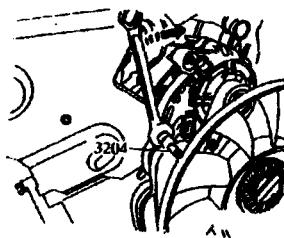
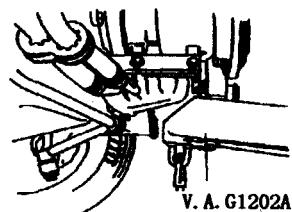

图 2-2 松开动力转向泵、
图 2-3 将发动机和
- (1) 查取车载收音机密码，关闭点火开关，断开蓄电池接地线，拆下发动机舱盖。
- (2) 拆下油底壳护板。
- (3) 拧下散热器下端的动力转向液压油冷却管。
- (4) 取下散热器上的排放螺塞，将发动机冷却液放掉。
- (5) 拔下前照灯线束插头和散热器风扇温度传感器线束插头。
- (6) 拔掉 ABS 控制单元前的防盗报警装置、空调压缩机电磁离合器和喇叭线束插头。
- (7) 拔下空气流量计和油箱通风电磁阀线束插头。取下空气滤清器与节气门体间的空气导管，拆下油箱通风阀连接软管、燃油进油管和回油管、空气滤清器壳体和冷却液储液罐。
- (8) 拆下发动机控制单元 (ECU)，同时拔掉 ECU 的线束插头。
- (9) 拆下接地搭铁线和支架，拆下油门拉线。
- (10) 用专用工具 3204 (图 2-2) 松开动力转向泵、粘液型风扇和发动机楔形带。
- (11) 拧下空调压缩机楔形带张紧器的固定螺栓，拆下空调压缩机楔形带。拆下粘液型风扇带轮。
- (12) 拆下水泵带轮，取下水泵楔形带，随后取下动力转向泵带轮，把动力转向泵从支架上卸下，但不拆卸与动力转向泵相连的管路。卸下空调压缩机，但不拆卸与其相连的管路。然后拧下排气歧管与前排气管间的连接螺栓，拆下起动机。松开发动机悬架固定螺栓。
(13) 用装配吊架 V.A.G1202A (图 2-3) 将发动机和变速器顶起，拧下发动机和变速器下部连接螺栓。
(14) 用支撑架 (10-222A) 固定在挡泥板边缘上，把变速器挂钩 (3147) 挂在变速器壳体的螺栓孔内。
(15) 用发动机吊架 (2024) 吊住发动机，再用车间装配吊架 (1202) 提升发动机。注意，吊钩和吊架杆必须用止销固定。